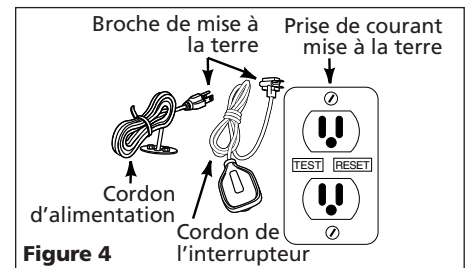

Figure 4
3. Insérer la fiche du cordon de la pompe directement à l'arrière de la fiche du cordon de l'interrupteur (voir les figures 4 et 5)